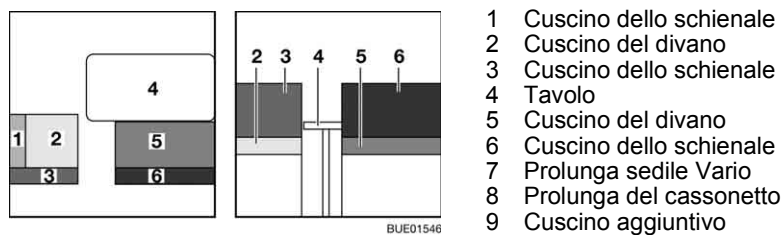

Fig. 142 Prima della trasformazione
- Trasformare il tavolo (Fig. 142,4) in struttura di supporto letto (vedi paragrafo 6.12).
- Rimuovere il cuscino dello schienale (Fig. 142,1) e riporlo.